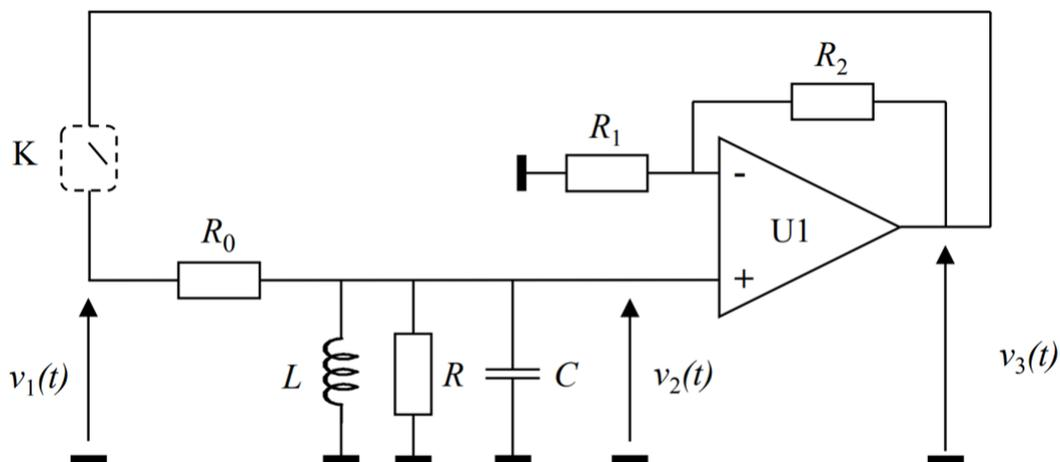
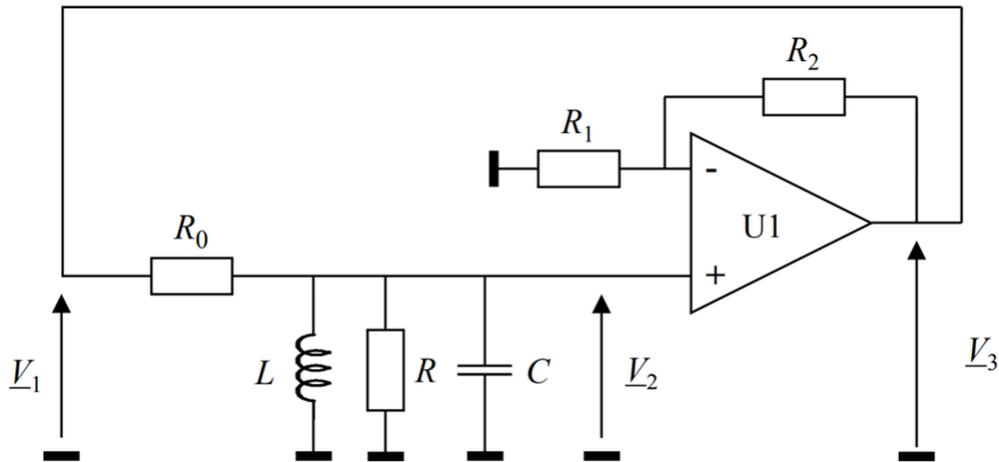

FIGURE 1.3 – Structure bouclée associant le filtre et l'étage amplificateur
FIGURE 1.6 – Oscillateur considéré en fonctionnement sinusoïdal
On associe maintenant les deux blocs en connectant la sortie du montage amplificateur à l'entrée du filtre, réalisant le système dont le schéma est donné figure 1.3.
14. Quelle différence voit-on entre les schémas des figures 1.3 et 1.4 ?
On considère (figure 1.6) le schéma théorique de l'oscillateur comme à la figure 1.3. On suppose qu'il fonctionne en régime permanent et pour simplifier, on fait l'hypothèse que l'oscillateur est de type quasi-sinusoidal. Les signaux  $v_1(t)$ ,  $v_2(t)$  et  $v_3(t)$  sont alors considérés comme sinusoidaux, on peut donc raisonner dans l'espace des fréquences et noter les signaux  $\underline{V}_1$ ,  $\underline{V}_2$  et  $\underline{V}_3$  en représentation complexe.